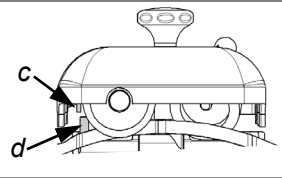

Abb. 43
- dann loslassen, der Zapfen c muss auf der Gegenhülse d einschnappen (Abb. 43);